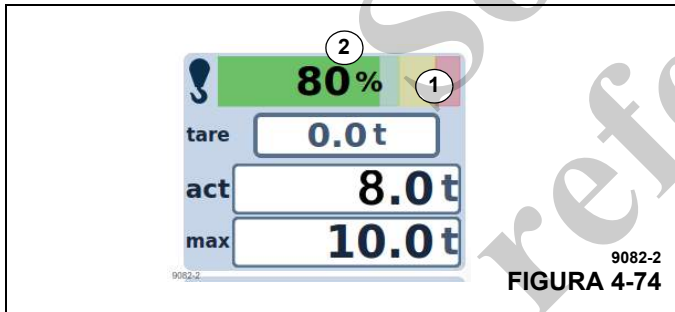

FIGURA 4-74
El grado de utilización muestra el peso de la carga actual como un porcentaje de la carga máxima posible. La pantalla (2, Figura 4-74) indica el valor porcentual. La pantalla (1) muestra las gamas en diferentes colores: